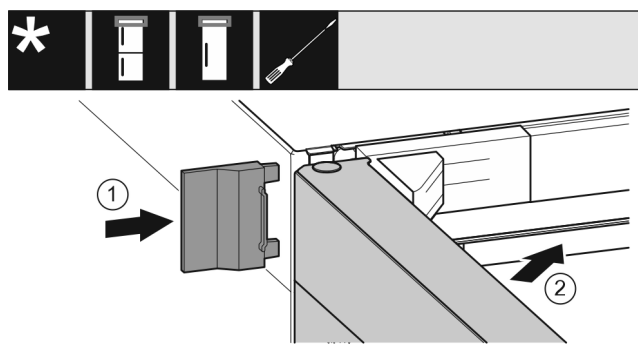

Fig. 21
- ▶ Nataknite vanjski pokrov. *Fig. 21 (1)*
- ▶ Zatvorite gornja vrata. *Fig. 21 (2)*